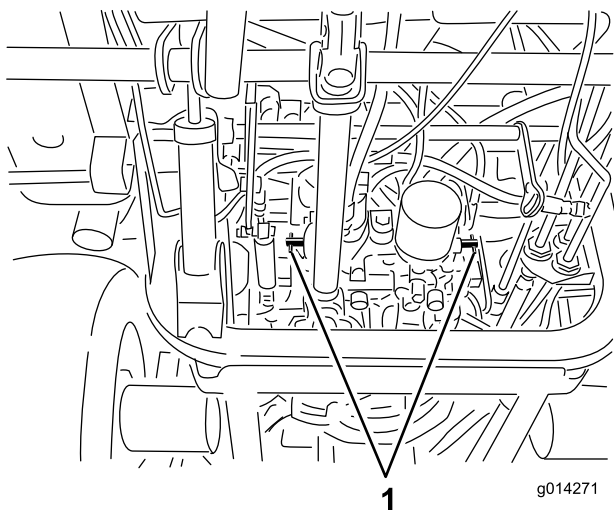

Figura 25
3. Girate ogni valvola di bypass di un giro in senso antiorario (Figura 25).
1. Girate ogni valvola di bypass di un giro in senso orario e serratela a mano (Figura 25).
2. Serrate le valvole a circa 8 N·m, come illustrato nella Figura 25.